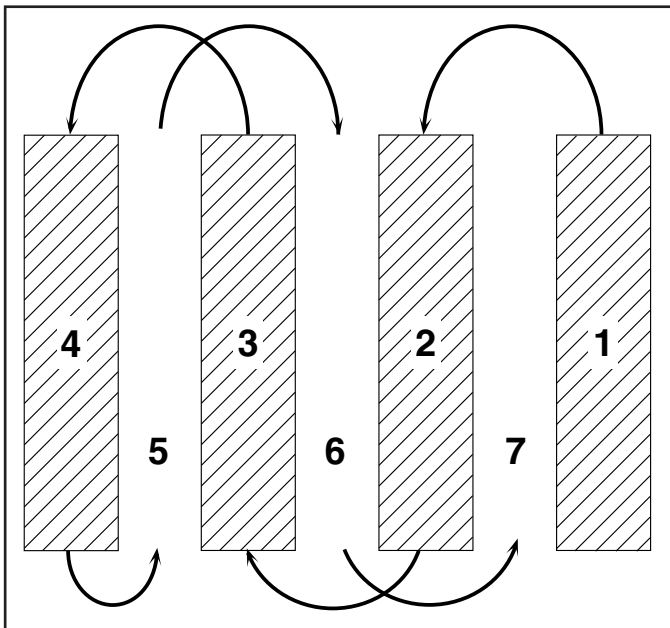

Fig. 13
- Vous trouverez le labourage beaucoup plus facile si vous laissez un sillon non bêché entre les passes. En ce temps-la retourner entre le rang de labourage (Voir la Fig. 13). Il y a deux raisons pour faire ceci. Premièrement, des virages larges sont beaucoup plus faciles à prendre que faire des demi-tours. Deuxièmement, la motobineuse ne vous entraînera pas vers le rang bêché qui est le plus proche.